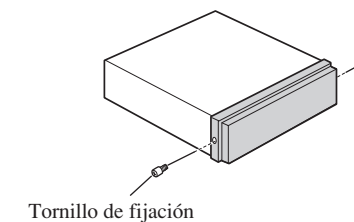

Fig. 10
**Sobre los tornillos de fijación del panel delantero (Fig. 10)**